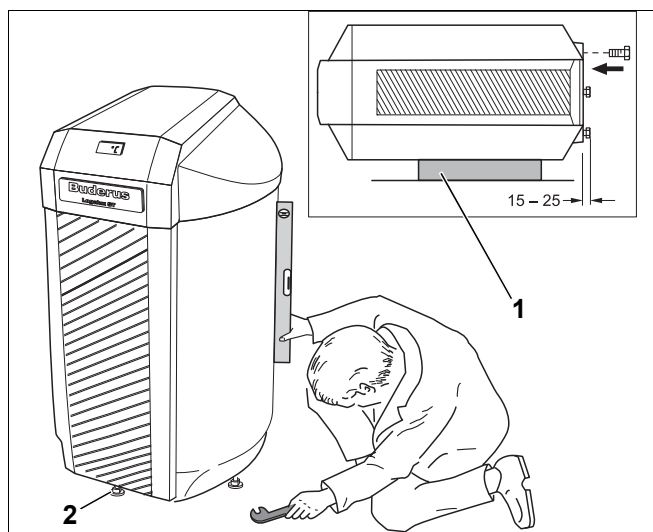

Рис. 5 Выравнивание бака по вертикали
- Положить на пол (рис. 5, поз. 1) амортизирующую прокладку.
- Закрутить 3 опорных болта (рис. 5, поз. 2), входящие в поставку, на 15 – 25 мм.